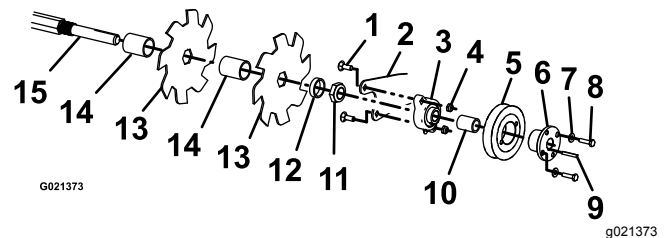

Figura 27
9. Retire los 4 pernos de cuello cuadrado y las contratueras que sujetan el conjunto de las cuchillas (Figura 27) y retírelo del soporte de montaje de la horquilla.
10. Retire los 2 pernos y las arandelas que sujetan la polea al cojinete. Afloje los tornillos de fijación del cojinete y retire la chaveta del eje (Figura 27). Retire las fijaciones del cojinete del soporte de montaje de la horquilla, y retire el cojinete y la polea.